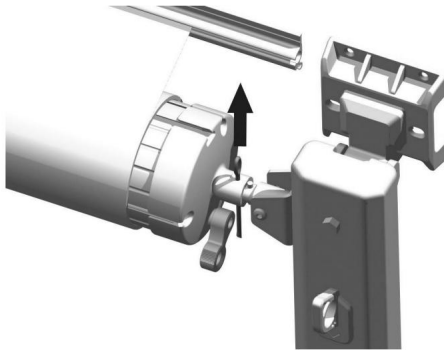

Figura C17
3.7 Retire los pasadores de seguridad de ambos lados de las tapas de los extremos del rodillo (Figura C17) para tensar el rollo de tela bajo tensión.